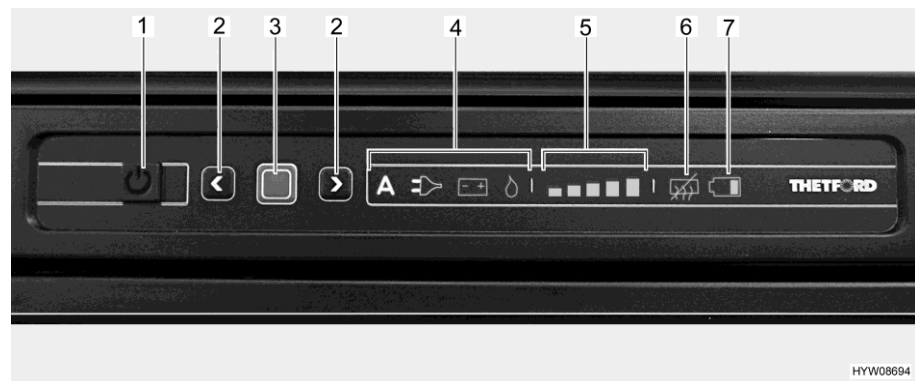

Bild 197 LED-Bedienfeld (Kühlschrank Thetford)
- Taste Ein/Aus (Bild 197,1) 1 Sekunde lang drücken. Die Taste leuchtet grün auf. Nach ca. 10 Sekunden wird die Anzeige aus Energiespargründen gedimmt.
- Bestätigungstaste (Bild 197,3) drücken. Die zuletzt gewählte Betriebsart wird angezeigt.
- Bestätigungstaste (Bild 197,3) ca. 2 Sekunden lang drücken. Die Betriebsartensymbole blinken.
- Manuelle Energiewahl: Mit den Pfeiltasten (Bild 197,2) die gewünschte Energiequelle auswählen.
- Automatische Energiewahl (nur bei Ausführung mit automatischer Energiewahl): Mit den Pfeiltasten (Bild 197,2) die Betriebsart "A" auswählen.
- Auswahl mit Bestätigungstaste (Bild 197,3) bestätigen.
- Bestätigungstaste (Bild 197,3) erneut drücken. Die Kühlstufen-Anzeige (Bild 197,5) blinkt.
- Zum Ändern der Einstellung die Pfeiltasten (Bild 197,2) drücken, bis die gewünschte Einstellung angezeigt wird.
- Taste Ein/Aus (Bild 197,1) etwa 2 Sekunden lang drücken. Alle Leuchten erlöschen. Der Kühlschrank ist abgeschaltet.
Nach dem Einschalten wählt der Kühlschrank automatisch die zuletzt gewählte Thermostat-Einstellung. Diese Einstellung kann manuell mit den Pfeiltasten (Bild 197,2) nachgeregelt werden. Es dauert einige Stunden, bis der Kühlschrank die normale Betriebstemperatur erreicht hat. Beim Umschalten auf eine andere Betriebsart wird die Thermostat-Einstellung beibehalten.